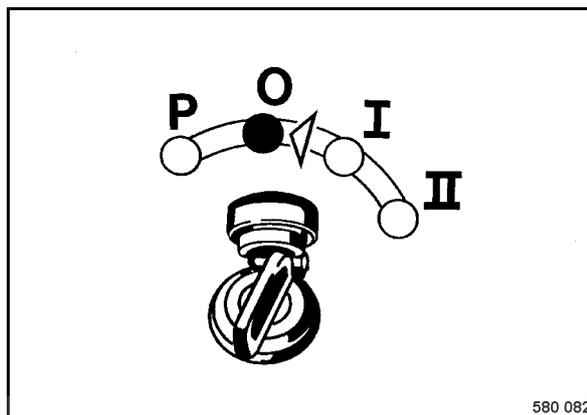

fig. 58
- Tourner la clé de contact (fig. 58) sur position "0" ou "P" et la retirer.